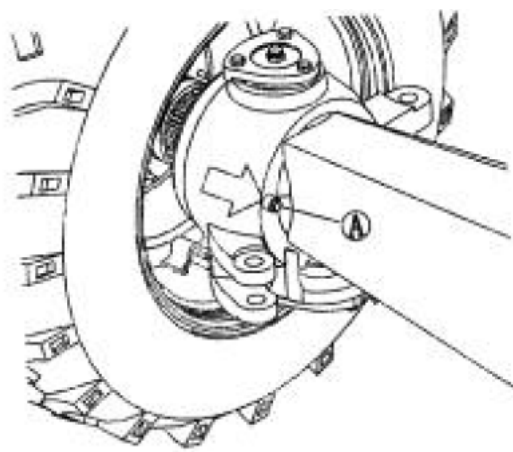

图 4-11c 限位螺钉
当拖拉机更换轮胎以及采用除上述轮距以外的轮距时,应调整限位螺钉 ① 的长度(见图 4-11c),以防拖拉机在急转弯或者耕地进出犁沟时轮胎碰撞其他部件发生危险。